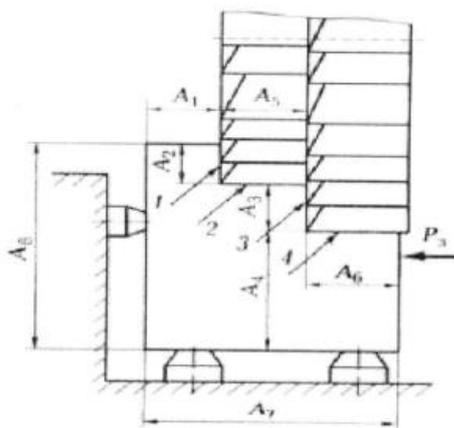

Рисунок 1 – Фрезерование
1. На горизонтально-фрезерном станке набором фрез одновременно обрабатывают поверхности 1, 2, 3, 4 (см. рис. 1). Построить схему базирования и указать расчетные зависимости для определения погрешности базирования при выполнении размеров  $A_1, A_2, A_3, A_4, A_5, A_6$ . Размеры  $A_7$  и  $A_8$  выполнены соответственно с отклонениями  $(\pm 1/2) T_{A7}, (\pm 1/2) T_{A8}$ ;  $P_3$  - сила зажима заготовки.